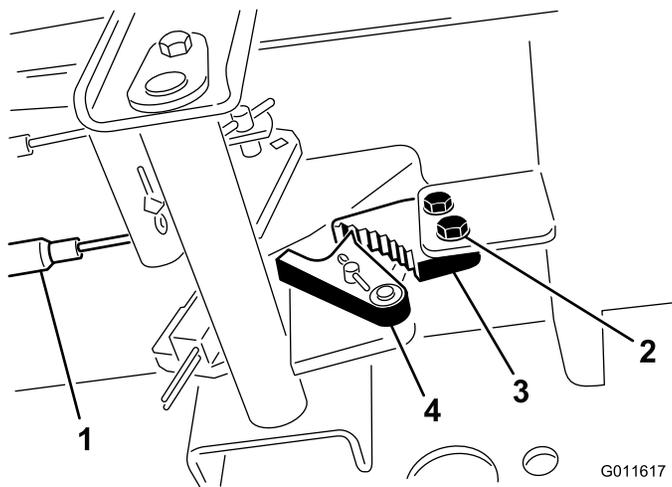

Figura 76
1. Solte os 2 parafusos que prendem a lingueta do travão de mão à estrutura (Figura 76).
2. Carregue no pedal do travão para a frente até o detentor do travão engatar completamente na lingueta do travão (Figura 76).